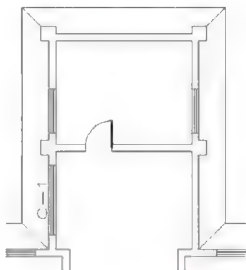

图 3.86 插入的窗图块
- (7) 在输入门窗编号 C-1 : 提示下, 按Enter键执行尖括号内默认值“C-1”, 结果如图3.86所示。